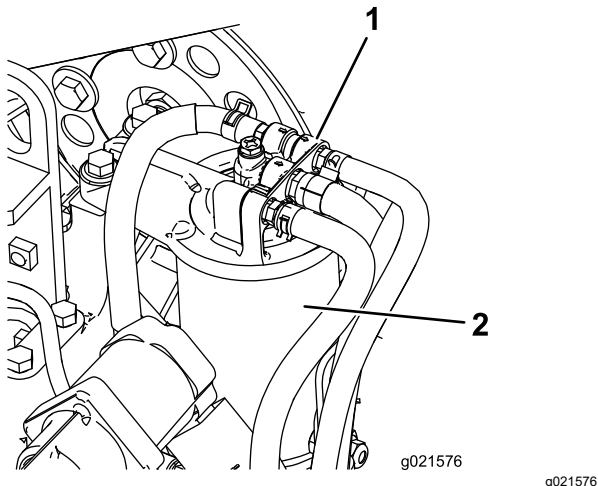

Figura 77
1. Curățați zona din jurul capătului filtrului de combustibil (Figura 77).
2. Scoateți filtrul și curățați suprafața de montare a capătului filtrului (Figura 77).